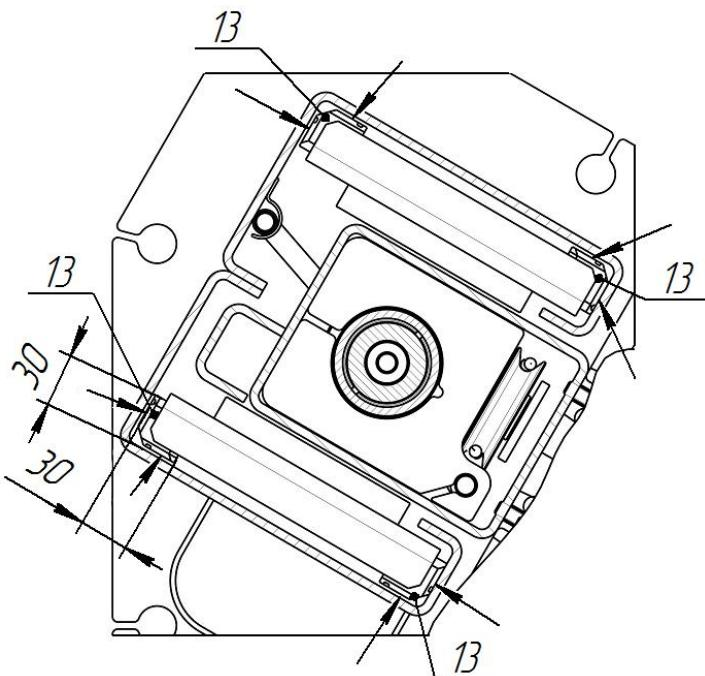

Рисунок 6.8 – Места смазки беговых дорожек (угловая зона 30х30 мм внутри стоек по всей длине)
6.14 Перед началом эксплуатации необходимо тщательно покрыть смазкой Литол-24 беговые дорожки внутри стоек на всем ходе кареток (рисунок 6.8), а также трос системы синхронизации кареток.